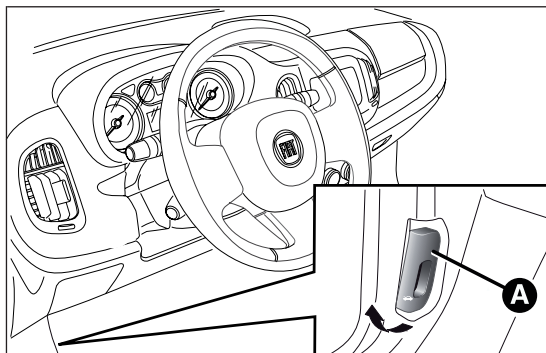

fig. 99
- tirer le levier A fig. 99 dans le sens indiqué par la flèche ;